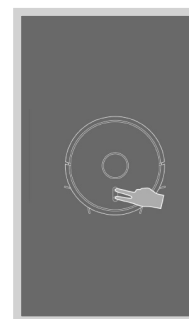

Fig. 6
2. Antes de iniciar la conexión, verifique que el dispositivo esté en modo stand-by. Presione ambos botones por 3 segundos (Fig. 6), hasta que el robot empiece a parpadear y oiga el mensaje "Wi-Fi lost, please follow the App instruction for reconnection". Compruebe que el teléfono esté conectado a la misma red Wi-Fi.